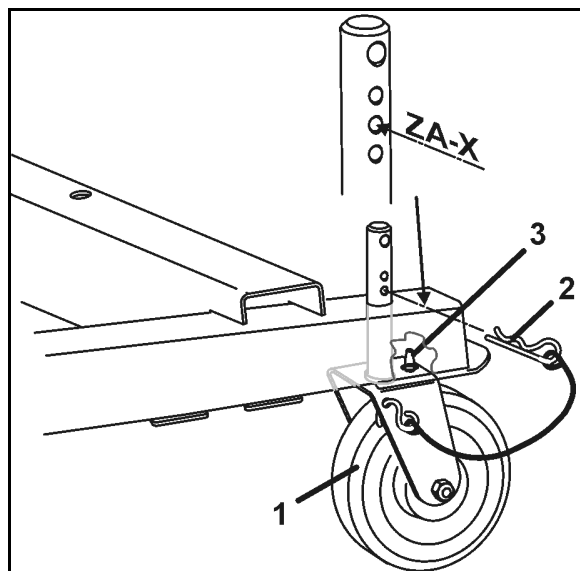

Fig. 45
6. Faste ruller (Fig. 45/1) bak
- o monteres og sikres med splint (Fig. 45/2) i det midtre frigjøringshullet, hhv.
Når de faste rullene monteres, må du passe på at boltene (Fig. 45/3) griper gjennom boringen til rammen og dermed holder rullene i lengderetningen.